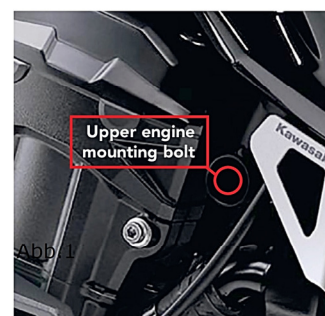

Abb.1
- 1 entfernen Sie die obere Motorhalteschraube siehe Abb.1